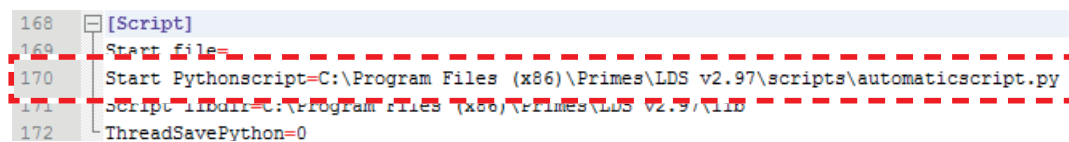

Abb. 21.25: Eintrag des Automatikskriptes
3. Tragen Sie die Datei **automaticscript.py** ein, wie in Abb. 21.25 (Zeile 170) dargestellt.